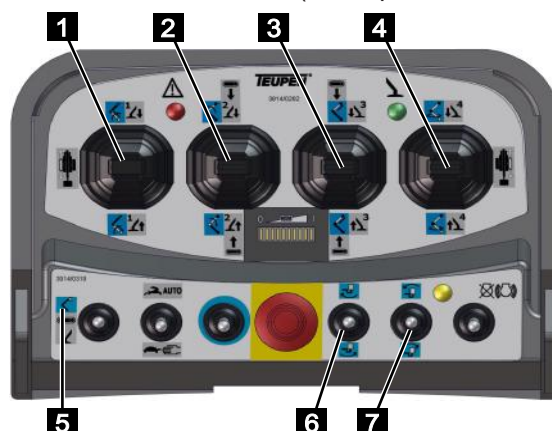

Fig. 112
3. Mettre le sélecteur de fonction de la commande sur [Fonctions de la plateforme] (bleu) (Fig.112/5).
4. Manipuler la plateforme avec les leviers de commande (Fig.112/1,2,3,4,6 et 7) conformément au tableau suivant.